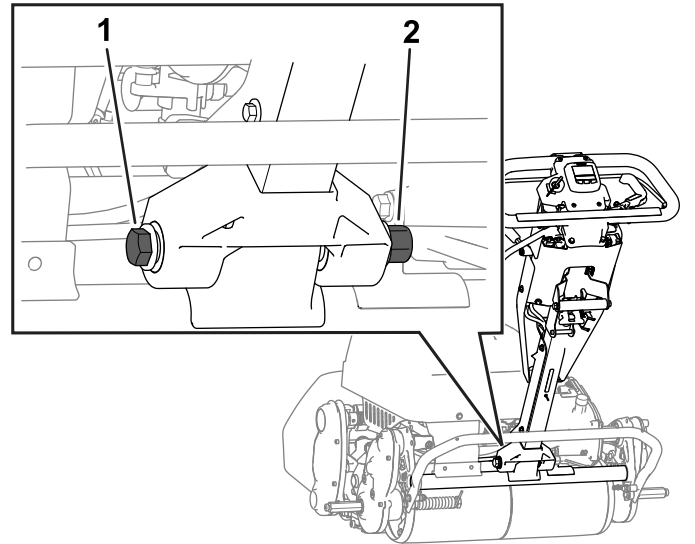

Figure 26
2. Desserrez le boulon et l'écrou comme montré à la Figure 26.